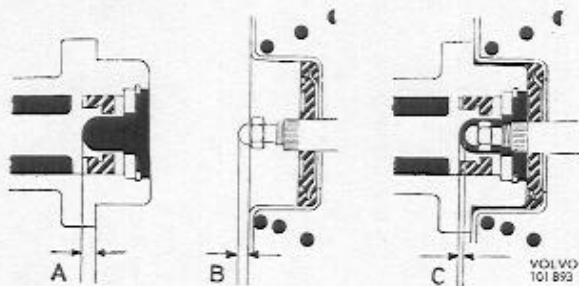

Abb. 59 Einstellung der Druckstange
1. Damit der Hauptzylinder richtig funktionieren kann, darf die Druckstange vom Servobremszylinder nicht den Primärkolben daran hindern, in Ruhelage zurückzugehen. Zwischen beiden soll deshalb bei Ruhelage stets ein gewisses Spiel (Maß C, Abb. 59) vorhanden sein.
Zentrum des Primärkolbens messen, Maß A, Abb. 59. Danach abmessen, wie weit die Druckstange (Stellschraube) über die Flanschebene des Servobremsszylinders hinausragt, Maß B. Bei dieser Messung soll die Druckstange ganz eingedrückt sein und außerdem Unterdruck im Zylinder herrschen (ggf. Motor anlassen). Die Differenz zwischen den Maßen A und B ergibt das Spiel C, das 0,5–1,5 mm betragen soll. Bei Einstellung wird die Stellschraube (4, Abb. 81) mit ein paar Tropfen Sicherungsflüssigkeit, Locktite, Typ B abgesichert.